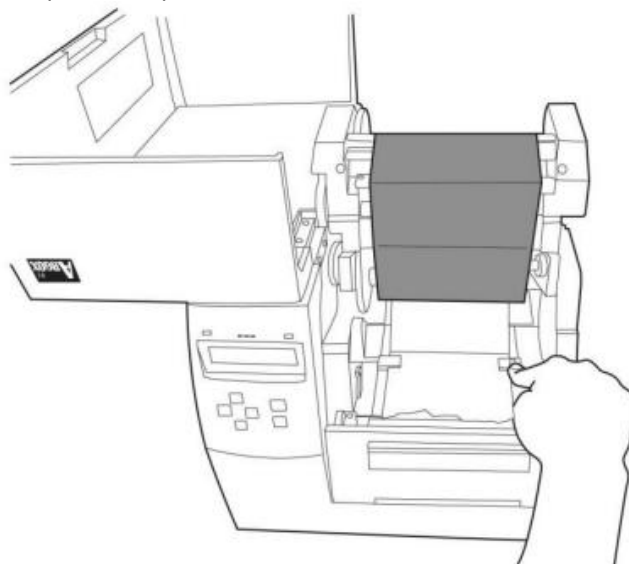

Рисунок 11
5. Держите модуль печатающей головки, направив его вверх, чтобы лента прошла под ним. Другой рукой протяните конец ролика с лентой. Отрегулируйте ширину направляющих согласно ширине носителя (ленты), нажав на кнопку, расположенную на направляющих (Рис. 11).